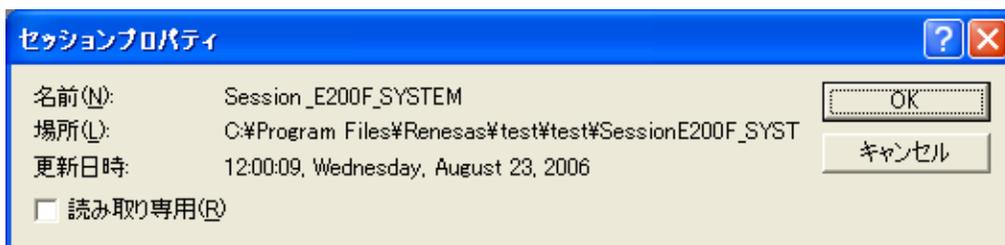

図 4.33 [セッションプロパティ]ダイアログボックス
3. [プロパティ]ボタンをクリックしてください。[セッションプロパティ]ダイアログボックスを表示します(図 4.33)。
3. [プロパティ]ボタンをクリックしてください。[セッションプロパティ]ダイアログボックスを表示します (図 4.33)。